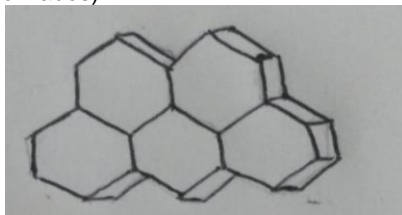

Figura 3.1
Paso 10: repita los pasos de 1 al 8 en el siguiente panel, con la observación de colocar el panel justo como se muestra en la figura 3.1(los paneles van pegados, NO encimados).